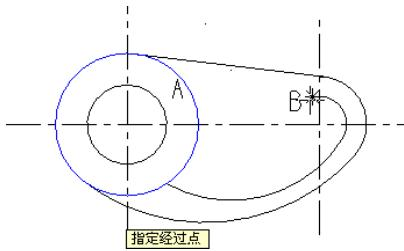

图 3-98 选取经过点
- 04 根据系统提示，在绘图区内选取已存在点 B，如图 3-98 所示。